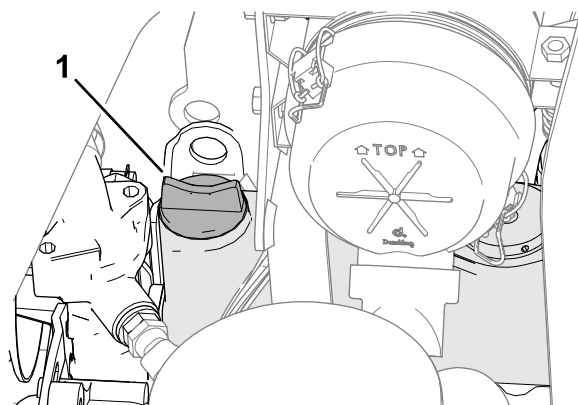

Figura 62
5. Se l'olio è insufficiente, togliete il tappo di rifornimento (Figura 62) e aggiungete lentamente piccole quantità di olio, controllando spesso il livello, finché non raggiunge il segno di pieno sull'asta.